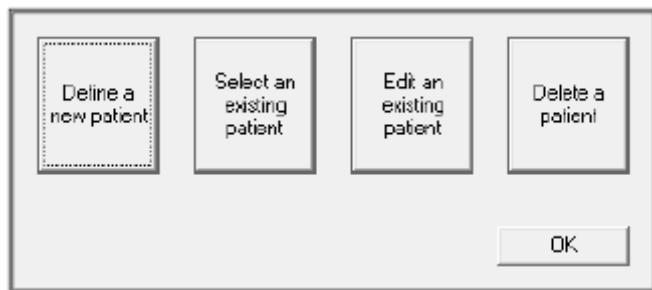

Figura 105: Tela do Paciente Enfant®
- Clique em Definir um novo paciente (Figura 105).